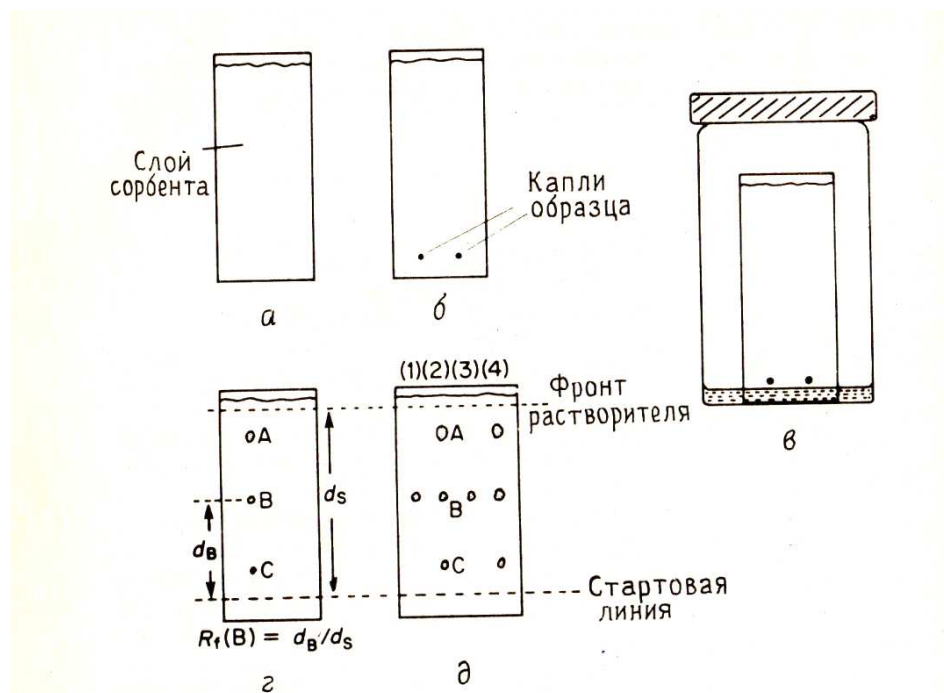

Рис.8. Тонкослойная хроматография.
Разделение проводят на плоской пластинке, покрытой тонким слоем сорбента - силикагелем или оксидом алюминия (Рис.8,а) Разделяемую смесь, растворенную в соответствующем растворителе, наносят в виде капель на пластинку (Рис.8,б) и после испарения растворителя помещают пластинку в проявительную камеру (Рис.8,в), в которую налито немного растворителя. Растворитель поднимается по слою сорбента под действием капиллярных сил. При этом различные соединения, находящиеся в смеси, поднимаются с разными скоростями в зависимости от их сродства к сорбенту. По достижении растворителем верхнего слоя сорбента соединения в идеальном случае должны полностью разделиться (Рис.8,г). Процесс разделения - это одна из форм жидкостно-адсорбционной хроматографии.
Пластинки для ТСХ состоят из подложки обычно стекла, а иногда пластмассы или толстой алюминиевой фольги, на которую нанесен тонкий слой сорбента толщиной примерно 0,25 мм (Рис.8,а). Сорбентом обычно служит либо силикагель, либо оксид алюминия с размером частиц до 30 мкм, к которым добавлено связующее (до 10% гипса или крахмала), обеспечивающее прочность слоя. Пластинки бывают двух основных типов: многократного использования и одноразовые.
Место нанесения капель в зависимости от растяжения размера пластинки должно быть на расстоянии 1 см от нижнего края на больших (5 x 20 см) пластинках и около 5 мм на маленьких одноразовых пластинках. Важно также наносить капли достаточно далеко от нижнего края (Рис.8,б и в), чтобы они не погружались в проявляющий растворитель. Перед нанесением образца заполните капилляр, погрузив его конец в раствор (капилляр заполняется раствором под действием капиллярных сил), затем слегка прикоснитесь заполненным кончиком к сорбенту, стараясь при этом не повредить его поверхности, чтобы не вызвать некоторого искажения капли при проявлении хроматограммы. Важно наносить как можно более
Меры безопасности. В этой операции обычно используются летучие легковоспламеняющиеся растворители, поэтому ее нужно проводить вдали от источников возгорания предпочтительно в вытяжном шкафу. Хроматограмму проявляют погружением нижнего края пластинки в проявляющий растворитель в сосуде соответствующего размера (Рис.8,в). Большие пластинки проявляют в специальных камерах (20 x 5 см), а маленькие - в широкогорлых бутылках с завинчивающимися крышками. Камеру изнутри следует частично выложить фильтровальной бумагой, которая погружалась бы в растворитель, чтобы создать атмосферу, насыщенную парами растворителя, и свести к минимуму испарение с пластинки. При проявлении хроматограммы сначала залейте в банку столько растворителя, чтобы пятно образца оказалось над его поверхностью, а затем опустите в банку пластинку, стараясь расположить ее вертикально.
Какой бы метод ни использовался для визуализации, положение пятен для проведения дальнейших измерений необходимо пометить карандашом или шпателем (Рис.8,г).
При конкретном наборе условий (сорбент и растворитель) характеристикой соединения является значение R_f (Рис.8,г). Таким образом, идентичность значения R_f соединения, находящегося в смеси, со значением R_f "подлинного" образца (вещества сравнения) дает полное основание считать, что они одинаковы (см. предостережение ниже). Поскольку сорбенты различны, а состав смеси растворителей трудно воспроизвести точно, необходимо доказать, что значения R_f одинаковы. Для этого хроматографируют смесь и вещество сравнения рядом друг с другом на одной и той же пластинке или добавляют небольшое количество
вещества сравнения к отдельной пробе смеси, чтобы удостовериться в точном совпадении пятен. На Рис.8,д (1) и (3) - вещество сравнения В, (2) - смесь, а (4) - смесь плюс вещество сравнения.